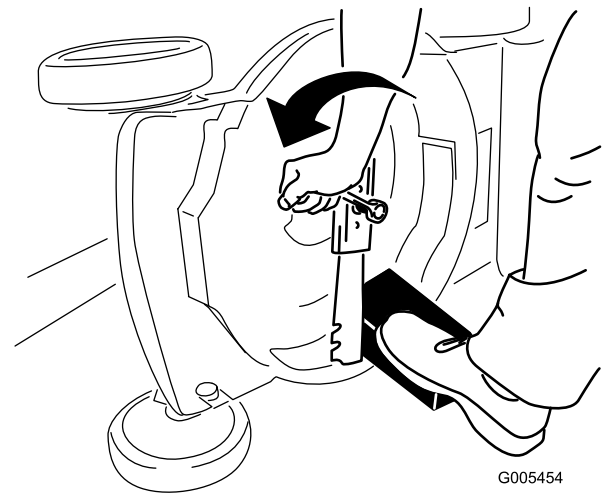

Figure 38
4. Déposez la lame mais ne jetez pas les fixations (Figure 38).